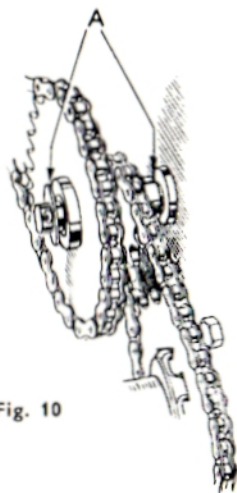

Fig. 10
- (d) Either side of the intermediate chainwheel. (A, Fig. 10).